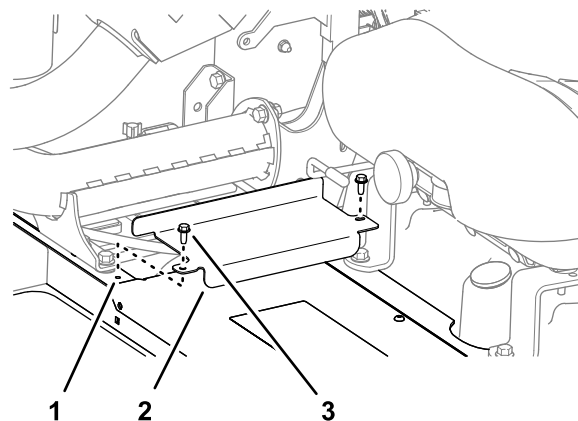

Рисунок 6
1. Отверните 2 болта с фланцевыми головками ($\frac{1}{4} \times \frac{5}{8}$ дюйма), которые крепят внутреннюю крышку аккумулятора к раме машины (Рисунок 6).
2. Снимите внутреннюю крышку аккумулятора с машины (Рисунок 6).